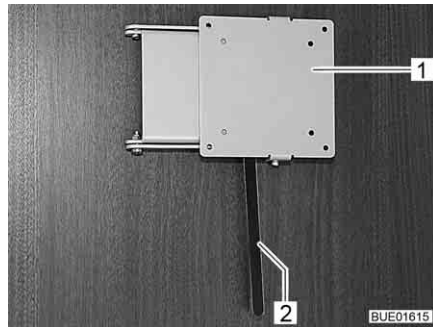

Fig. 90 Support avec levier de déverrouillage
- Pousser le levier de déverrouillage (Fig. 90,2) sur le côté et pivoter le support (Fig. 90,1) et l'écran plat pour les amener en position souhaitée.
- Pivoter l'écran plat en sens inverse, jusqu'à ce que le support (Fig. 90,1) s'enclenche dans le verrouillage.